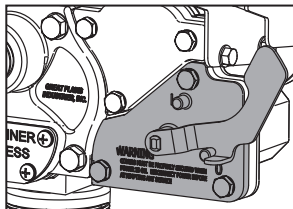

Figura 13
2. Retire la placa de cubierta del interruptor del alojamiento de la bomba (vea la Figura 13).